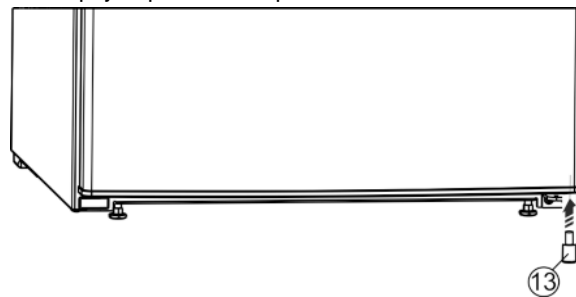

Fig. 8
- Distanční vložku Fig. 8 (13) opět vsadíte vpravo dole do dveří; je důležitá pro stabilitu přístroje.